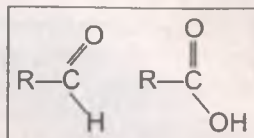

Рис. 49
- VI. Карбоновые кислоты (рис. 49).